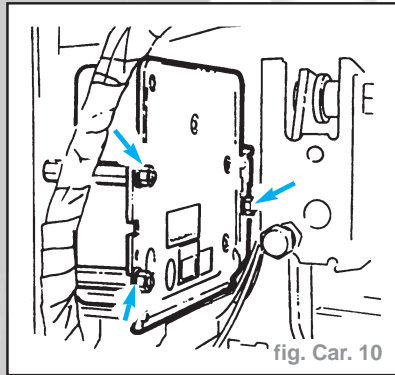

fig. Car. 10
- l'appareil de commande, si l'aile est du côté conducteur, et le recouvrement (fig. Car. 10).